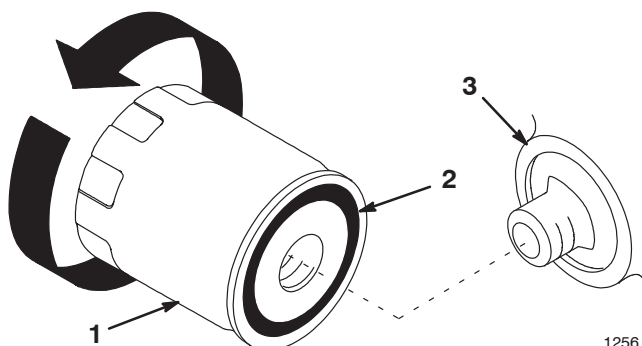

Bild 20
2. Entfernen Sie den alten Ölfilter und wischen Sie die Dichtfläche am Anbaustutzen ab (Bild 20).
3. Schmieren Sie die Gummidichtung am neuen Ölfilter (Bild 20) mit etwas Frischöl ein.
5. Ziehen Sie den Ölfilter um eine weitere 1/2 oder 3/4 Umdrehung fest (Bild 20).